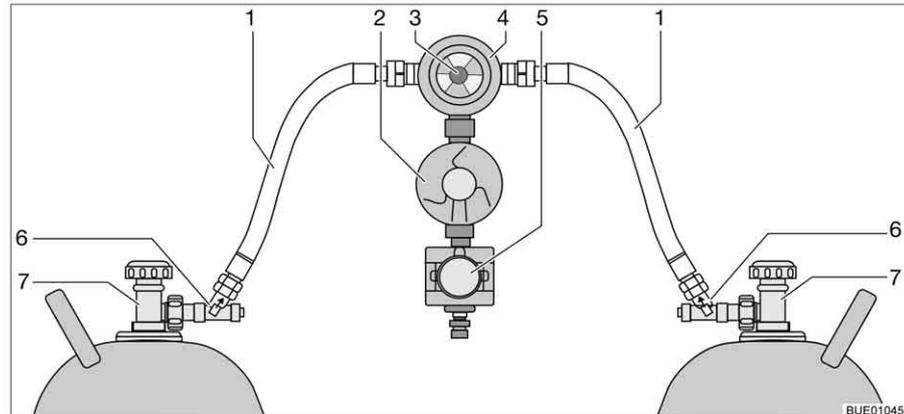

Bild 125 Crash-Protection-Unit-Umschaltanlage
Die Crash-Protection-Unit besteht aus zwei Durchflussbegrenzern mit manueller Entriegelung (Bild 125,6), einem Umschaltventil (Bild 125,4) mit Druckregler (Bild 125,2), einem Elektroventil (Bild 125,5) und der Bedieneinheit mit dreifarbigiger LED. Das Umschaltventil ist zwischen den beiden Gasschläuchen (Bild 125,1) montiert.
Mit dem Drehknopf (Bild 125,3) am Umschaltventil lässt sich bestimmen, welche der Gasflaschen als Betriebsflasche und welche Gasflasche als Reserveflasche verwendet wird.
An der Bedieneinheit (Bild 126) können nur die elektrischen Funktionen geschaltet werden. Die Haupt-Absperrventile der Gasflaschen (Bild 125,7) und die Entriegelungen (Bild 125,6) müssen von Hand geöffnet werden.
- Haupt-Absperrventile an den Gasflaschen (Bild 125,7) öffnen.
- Entriegelungen (Bild 125,6) nacheinander 10 Sekunden lang drücken.
- Mit dem Drehknopf (Bild 125,3) am Umschaltventil (Bild 125,4) die Gasflasche wählen, der vorrangig das Gas entnommen werden soll (Betriebsflasche).
- Haupt-Absperrventile an den Gasflaschen (Bild 125,7) schließen.